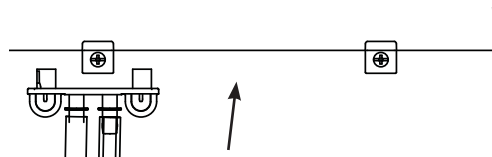

Figure 2
3. Vidangez l'Opal en déconnectant le haut des flexibles de vidange à l'arrière de l'appareil. Voyez les Figures 2 et 3.